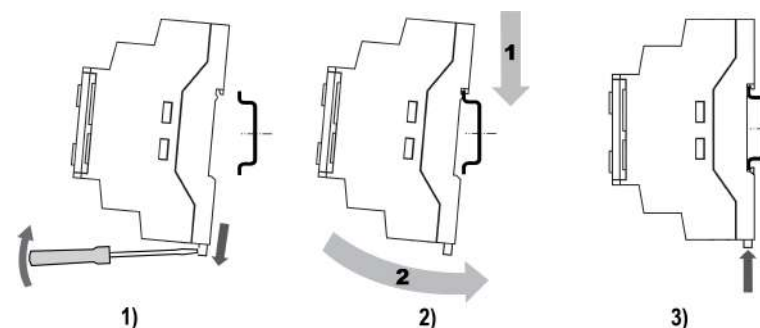

Рисунок 5.2 – Монтаж и демонтаж прибора
2. Вставив отвертку в проушину, оттянуть защелку (см. рисунок 5.2, 1).
3. Прибор прижать к DIN-рейке (см. рисунок 5.2, 2). Отверткой вернуть защелку в исходное положение (см. рисунок 5.2, 3)